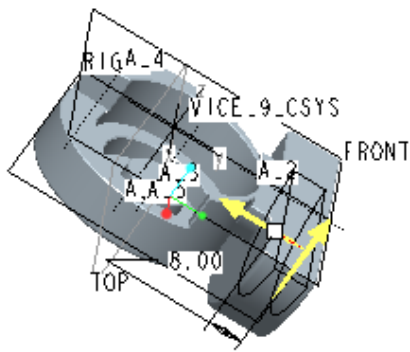
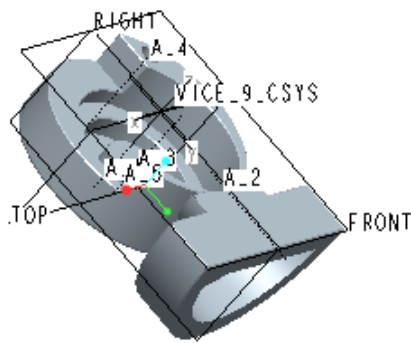

図 6-60 くり抜き過程
図 6-61 材料除去後のフィーチャー
- ・図 6-60 に示すように深さ 8mm を指定し、「材料を除去」 を選択する。すると、指定部分がくり抜かれた図 6-61 が描かれる。